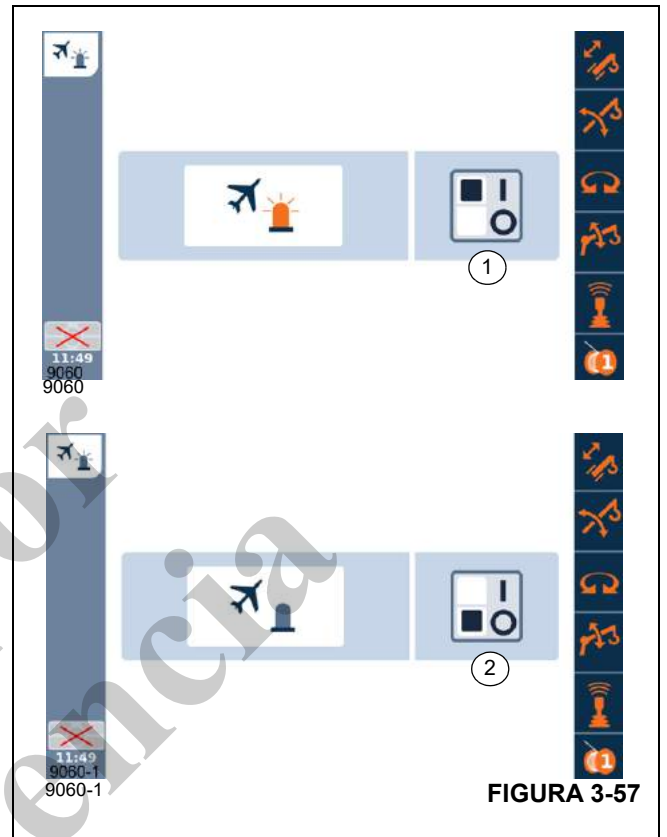

FIGURA 3-57
Activación: Seleccione el símbolo (1), (Figura 3-57) y confirme.
Desactivación: Seleccione el símbolo (2), (Figura 3-57) y confirme.